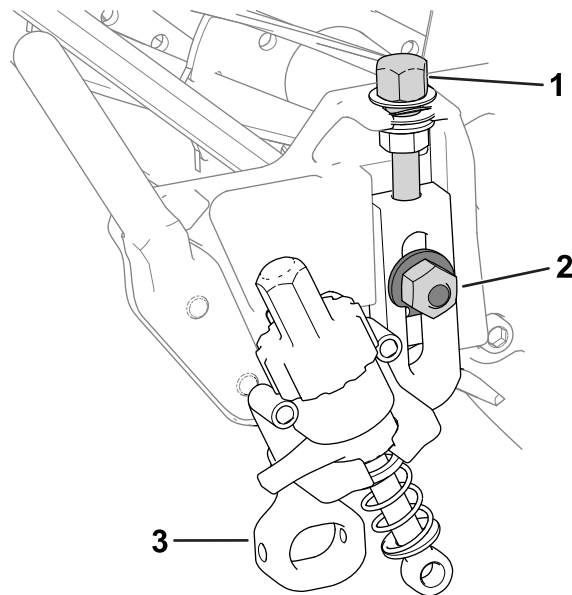

Figura 11
1. Aperte os parafusos de ajuste da altura de corte removidos anteriormente na parte superior dos conjuntos da altura de corte (Figura 11).
2. Instale os conjuntos da altura de corte nas placas laterais da unidade de corte com os parafusos de arado, porcas e anilhas especiais removidos anteriormente (Figura 11).